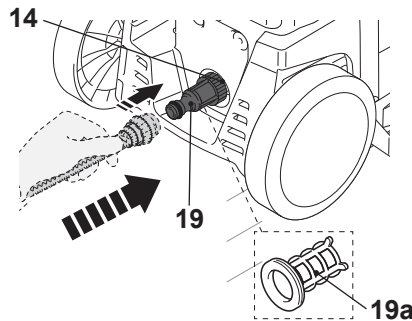

Fig. 11
- > Coloque el adaptador de la manguera de agua (19) en la entrada de agua (14).
- > Conecte una manguera de agua adecuada (no incluida) al suministro de agua y luego el otro extremo e el adaptador de manguera agua (19) (Fig. 11).